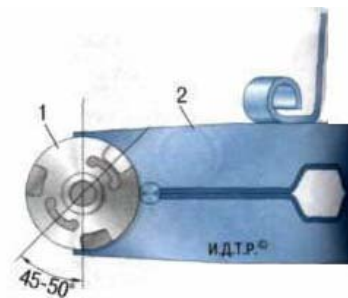

Рис. 7.7. Ориентация сайлентблока: 1 - сайлентблок; 2 - рычаг задней подвески
2. Запрессуйте в оба рычага задней подвески сайлентблоки с предварительно выпиленными вырезами В монтажным приспособлением в таком порядке: установите корпус приспособления 11 на проушину рычага с наружной стороны, совместив метки А на корпусе приспособления и проушине рычага, показанные стрелкой; установите на болт 13 упорную шайбу 12, вставьте его в проушину рычага, наденьте на болт новый сайлентблок 10, монтажную втулку 9 с выступами и навинтите гайку 8. Сориентируйте сайлентблок по отношению к рычагу, как показано на рис. 7.7, и запрессуйте его заподлицо с торцом проушины рычага.
3. Очистите проушину от ржавчины и окалины и запрессуйте новый сайлентблок, ориентируя его как показано на рис. 7.7